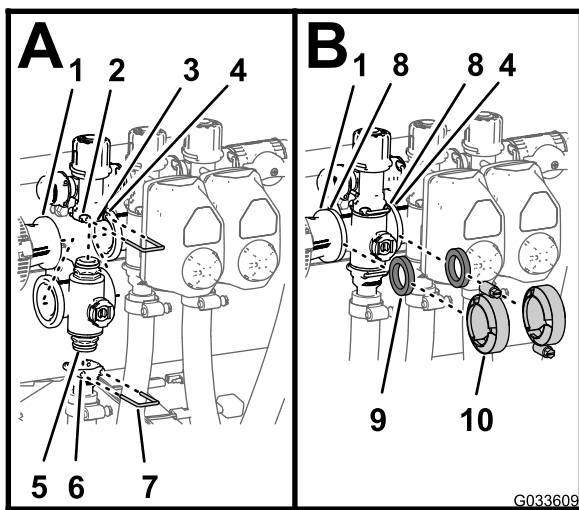

Bild 131
1. Setzen Sie das obere Endkappen-Anschlusstück des Verteilerventils in das Anschlusstück des Sicherheitsventils ein (Bild 131 A).
2. Stecken Sie einen Halter in die Buchse des Anschlussstückes des Sicherheitsventils, um das Endkappen-Anschlussstück am Anschlussstück des Sicherheitsventils zu befestigen (Bild 131 A).
3. Montieren Sie das Auslaufanschlussstück am unteren Endkappen-Anschlussstück des Verteilerventils (Bild 131 A).
4. Stecken Sie einen Halter in die Buchse des Auslaufanschlusses, um das Endkappen-Anschlussstück am Auslaufanschlussstück zu befestigen (Bild 131 A).
5. Fluchten Sie eine Dichtung zwischen den Flanschen der Reduzierkupplung und dem Abschnittventilverteiler aus (Bild 131 B).
6. Montieren Sie die Reduzierkupplung, die Dichtung und den Abschnittventilverteiler mit einer Klemme und ziehen sie mit der Hand an (Bild 131 B).
7. Fluchten Sie für den Einbau der zwei ganz linken Abschnittventile eine Dichtung zwischen den Flanschen der zwei danebenliegenden Abschnittventilverteiler aus (Bild 131 B).
einer Klemme und ziehen sie mit der Hand an (Bild 131 B).